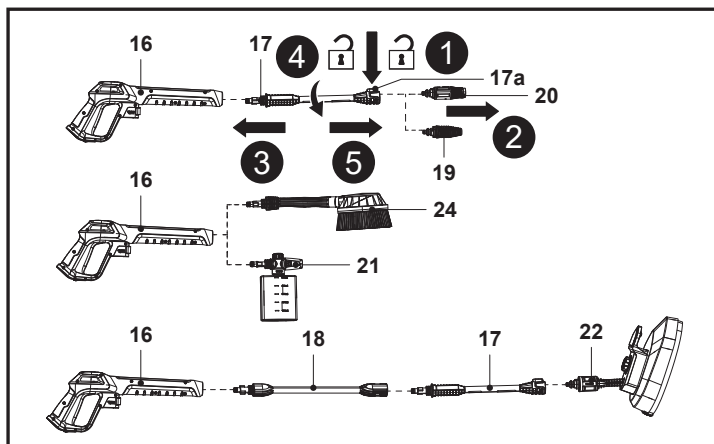

Fig. 6
**NOTĂ:** Când două componente sunt conectate corect, nu pot fi separate trăgându-le direct una din cealaltă. Toate accesoriile pentru pistolul pulverizator trebuie să fie introduse în pistol (16) pentru o utilizare corectă.
6. Pentru a deconecta duza, ține apăsat butonul de blocare (17a) și trage afară duza montată (fig. 6, pașii 1, 2). Mentează la loc duza necesară.
7. Pentru a deconecta extensia de lance (17), apăs-o și rotește-o în sens antiorar, apoi scoate-o (fig. 6, pașii 3, 4, 5).
8. Pentru a deconecta duza pentru recipientul cu detergent (21), peria rotativă (24) sau tija extensibilă (18) de la pistolul pulverizator (16), apăs-o și rotește-o în sens antiorar și scoate-o. Mentează la loc accesoriul necesar pentru pistolul pulverizator.